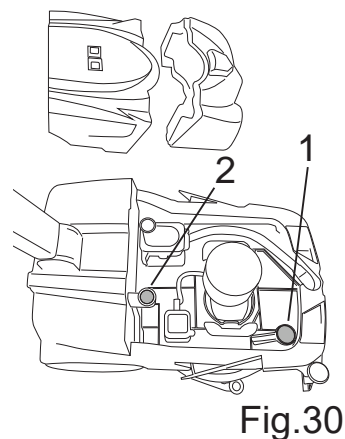

Fig.30
- Rimuovere il filtro e lavarlo con acqua (Fig. 30-Rif.1).
- Rimuovere il filtro e lavarlo con acqua (Fig. 30-Rif.2).